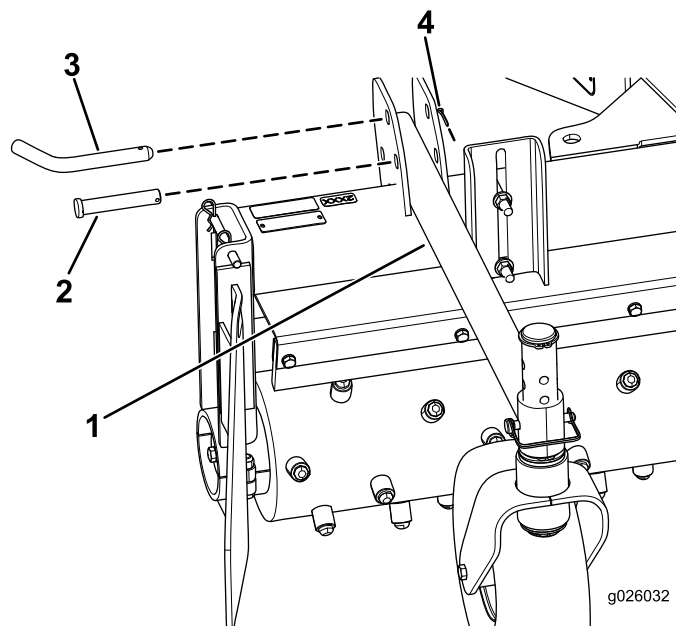

Figure 5
- Fixez les bras en place avec les goupilles d'attelage (5/8 x 3 po), les axes de chape (5/8 x 3,5 po) et les goupilles fendues (0,094 x 1 po), comme montré à la Figure 5.